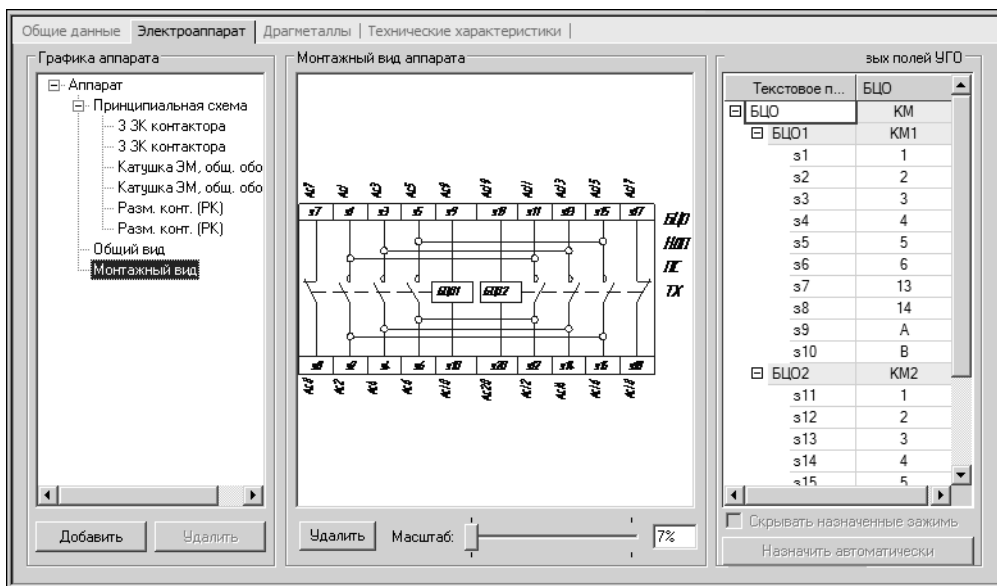

Рис. 6.11. Уровень **Монтажный вид** во вкладке **Электроаппарат**
- ▼ На уровне **Монтажный вид** осуществляется добавление УГО, которым аппарат описывается на монтажно-коммутационных схемах. Здесь же выполняется ассоциация номеров зажимов БЦО аппарата и составных частей с текстовыми полями, находящимися на УГО. Вид вкладки **Электроаппарат** на уровне **Монтажный вид** (рис. 6.11), а